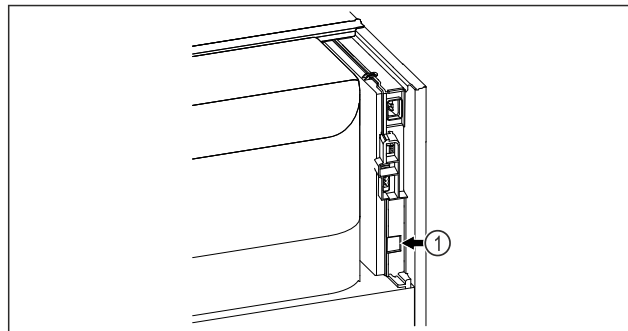

Fig. 129
- Vstavljen je SmartModule Fig. 129 (1).